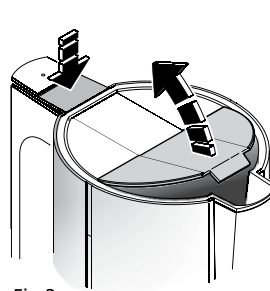

Fig.2
- Fyld kedlen med den ønskede mængde vand – max. 1,2 l. Låget åbnes ved at trykke på "OPEN" knappen foroven (Fig. 2). Pres låget ned for at lukke det igen. Låget skal altid være lukket, og filteret skal altid være isat under kogning.